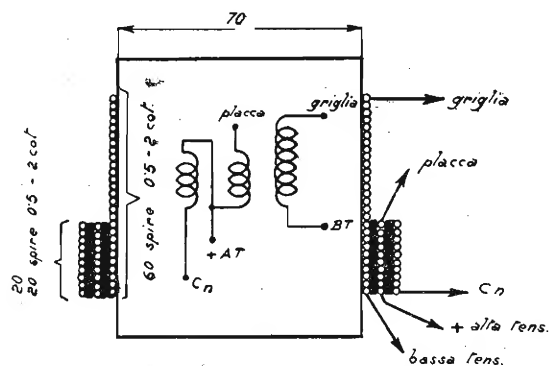

Fig. 6 - Trasformatore tra la prima e la seconda valvola. (filo 0,5 - 2 cotone).
- 1  $L_2$  — trasformatore per stadio ad alta frequenza neutralizzato (vedi fig. 6).